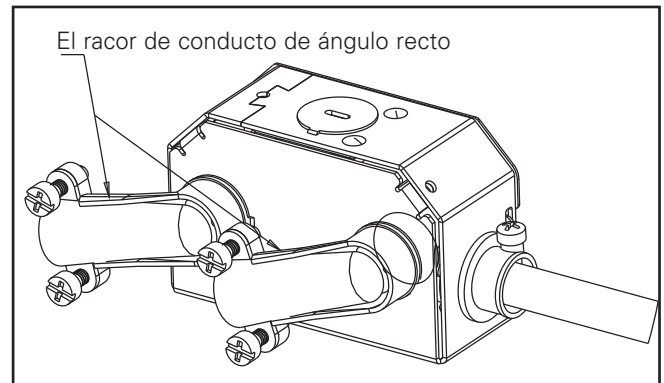

Figura 1
2. Las conexiones de los cables deben realizarse por debajo del techo usando el racor de conducto de ángulo recto en la parte trasera de la caja de derivación (consulte la sección de conexión eléctrica para obtener más detalles). Al finalizar, cierre la puerta de la caja de derivación (consulte la figura 1).